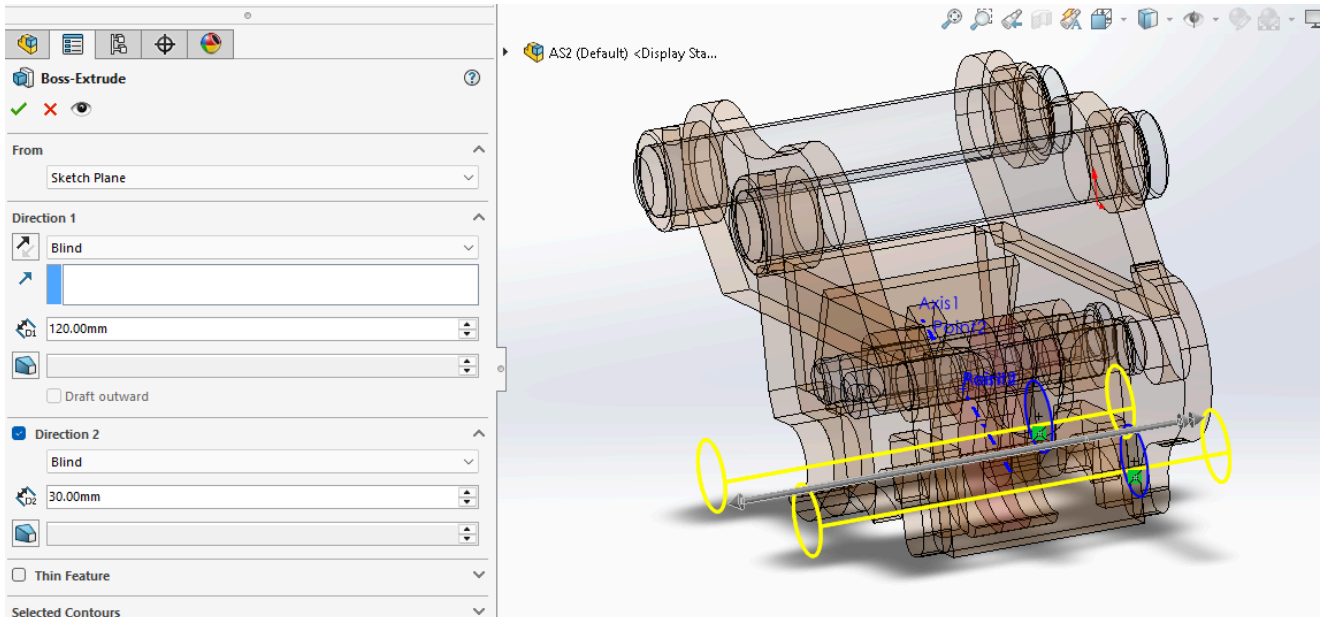

Рис.23. **Extruded Boss/Base** для формування деталі в контексті збірки
- перейти на вкладку **Features** і обрати **Extruded Boss/Base** в 2-х напрямках на 120 і 30 мм (див. рис.23)